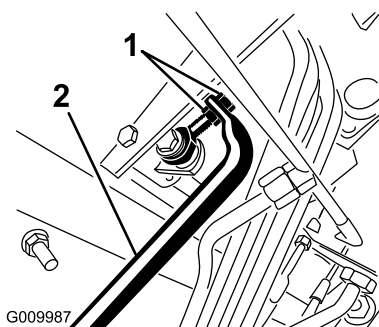

Figura 112
5. Ajuste las contratuercas del extremo de la varilla de la bomba para desplazar el tubo de control de la bomba hacia adelante, para eliminar el movimiento de la máquina hacia adelante, o hacia atrás, para eliminar el movimiento hacia atrás (Figura 112).